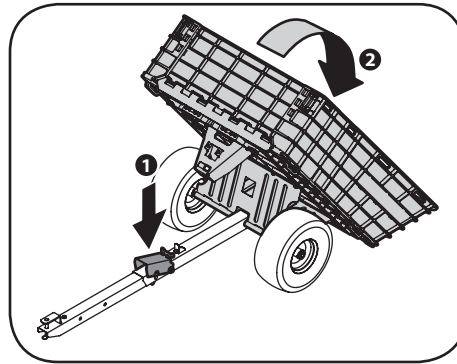

Figura 5-2
1. El contenido del remolque se puede descargar presionando hacia abajo sobre el pedal de descarga de la lengüeta. Consulte la Figura 5-2.